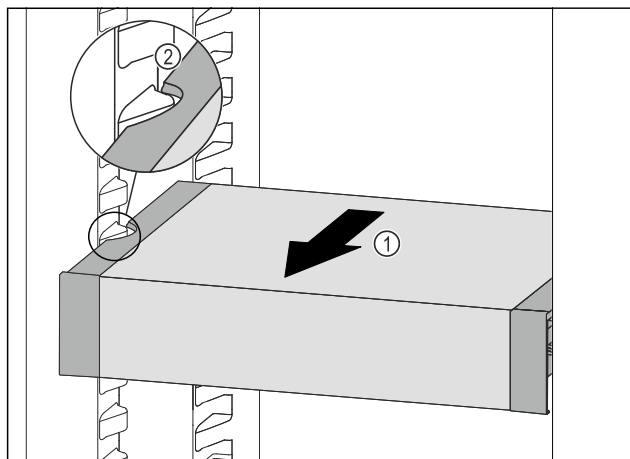

Fig. 185
- Ladicu VarioSafe vucite prema naprijed Fig. 185 (1) sve dok se bočni otvori ladice VarioSafe ne nađu na visini žlijeba spremnika u hladnjaku. Fig. 185 (2)